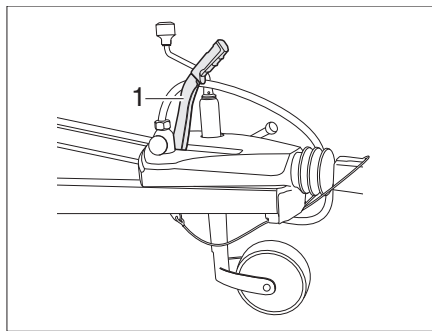

Fig. 13 Freno de retención
- Para soltar la palanca de freno (Fig. 13,1) empujarla hacia arriba y luego bajarla.